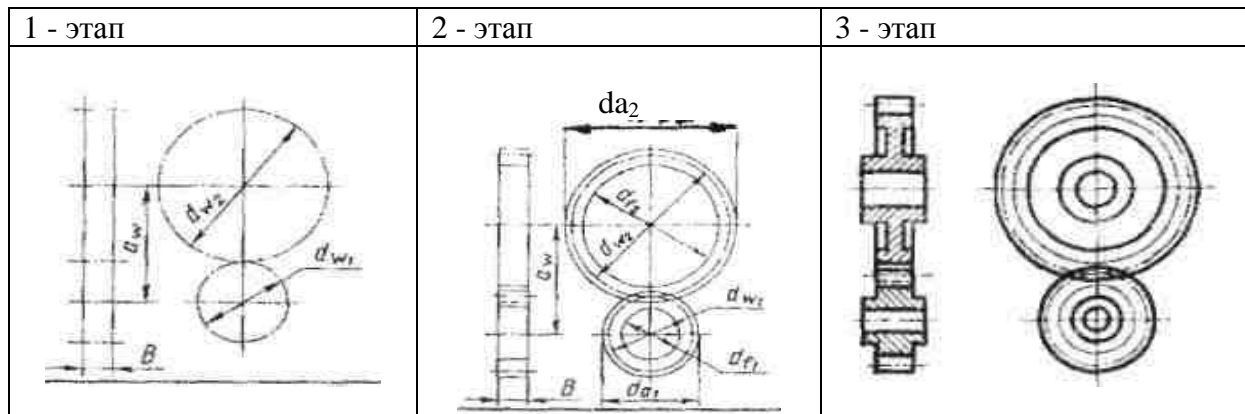

Рис. 22. Последовательность вычерчивания зубчатых передач
3. Чтобы правильно разместить чертеж на формате, необходимо сначала отложить основные параметры зубчатых передач: df_2 , df_1 (рис. 22) – 1 этап.
4. Дальнейшее построение чертежа ведется в таком порядке, как это показано на рис. 22 (2 и 3 этап);